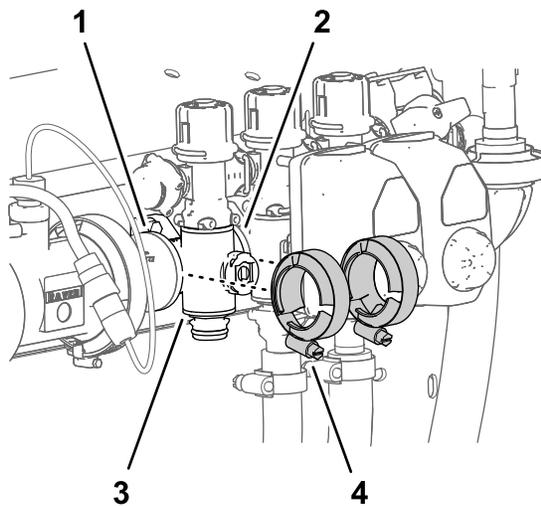

Figura 115
4. Monte provisionalmente las bridas de fijación que retiró en Retirada del distribuidor de sección \(página 82\) en las bridas del distribuidor de la válvula de sección y las bridas de las otras válvulas de sección y/o adaptadores de acoplamiento (Figura 115).
- Apriete las 2 bridas de fijación a mano (Figura 115).